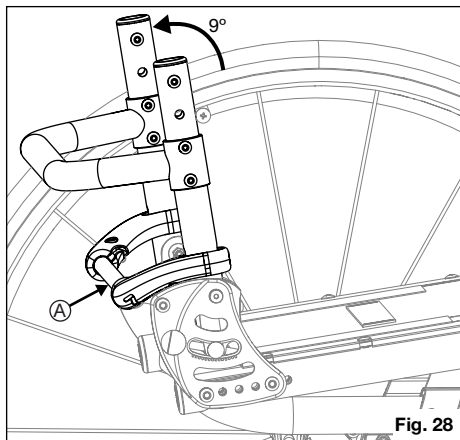

Fig. 28
Sådan bruges den aflappet position (Fig. 28)
1. Læn let fremover for at tage vægten af låsestifterne og træk herefter frigivelseskablet op (fig. 28:A) and læn tilbage i den afslappet position.